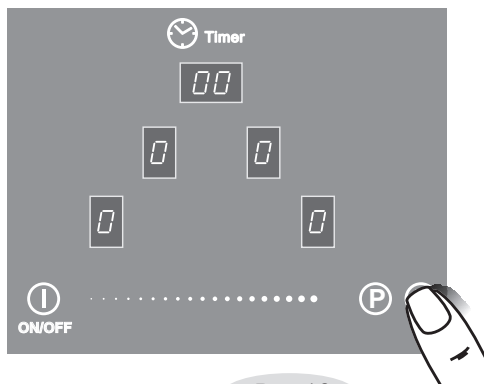

Рис. 18
Функция «пауза» позволяет временно останавливать процесс приготовления пищи, сохраняя все установки. Для этого необходимо коснуться зоны ⑦ (рис. 18), звучит звуковой сигнал, загорится точка.